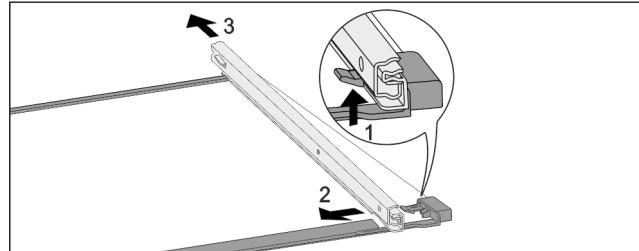

Fig. 180 Стъклена плоча с релси
- Натиснете нагоре предните фиксиращи палци. Fig. 180 (1)
- Пълзнете изтеглящата релса настрани Fig. 180 (2) и назад Fig. 180 (3).